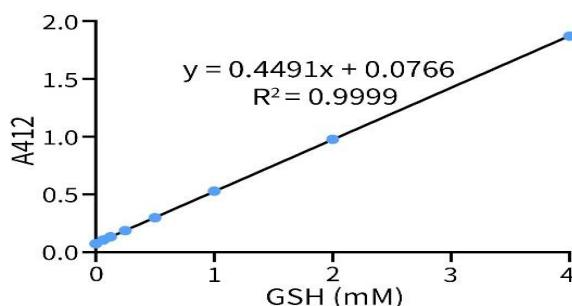

图 2：默科蛋白质半胱氨酸检测试剂盒(DTNB 法)用于 GSH 标准曲线的检测效果图。实测数据会因实验条件、检测仪器等的不同而存在差异，图中数据仅供参考。
本试剂盒提供了检测所需的 DTNB 和 Assay Buffer，同时还提供 GSH 作为标准品或阳性对照(Positive control)。本试剂盒检测 GSH 标准曲线的效果如图 2 所示。最低检测限约为 10 μM。用于 96 孔板检测时，本试剂盒小包装的可以进行 100-200 次检测，中包装可以进行 500-1000 次检测。
(7) 计算示例: 初始样品的蛋白浓度 CProtein-1 为 1.6 mg/mL , 步骤 3 样品处理后的样品的蛋白浓度 CProtein-2 经测定为 1mg/mL , 未经稀释, 反应步骤 3(3)中的孵育时间为 15 分钟, 参考样品测定步骤进行测定。如果测出的 ASample = 0.5 , ABlank = 0.126 , 则 ASample = 0.374 , 根据图 2 拟合的标准曲线公式: $y = 0.4491x + 0.0766$, 计算出 $B = 0.6622\text{mM}$, 则样品中蛋白质半胱氨酸浓度 $C (\mu\text{mol/mg}) = 0.6622/1 = 0.6622\mu\text{mol/mg}$, 样品中半胱氨酸浓度 $C (\text{mM}) = 0.6622 \times (1.6/1) = 1.06\text{mM}$ 。